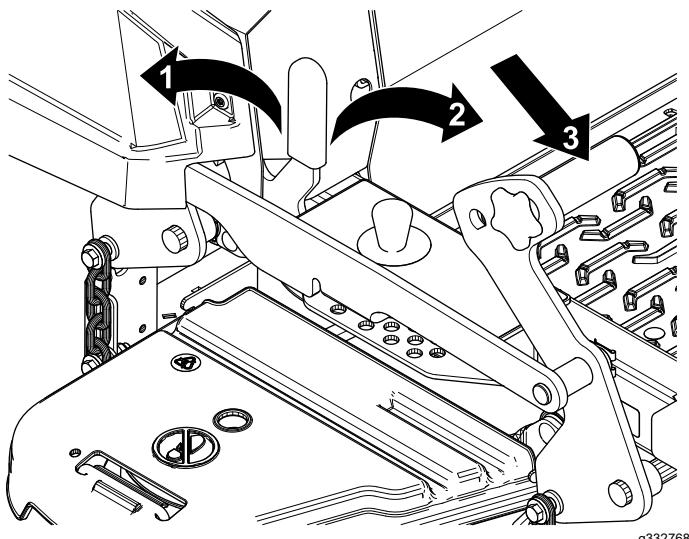

Figure 1
7. Poussez la pédale de levage du plateau de coupe complètement en avant pour bloquer le plateau en position de TRANSPORT (Figure 1).